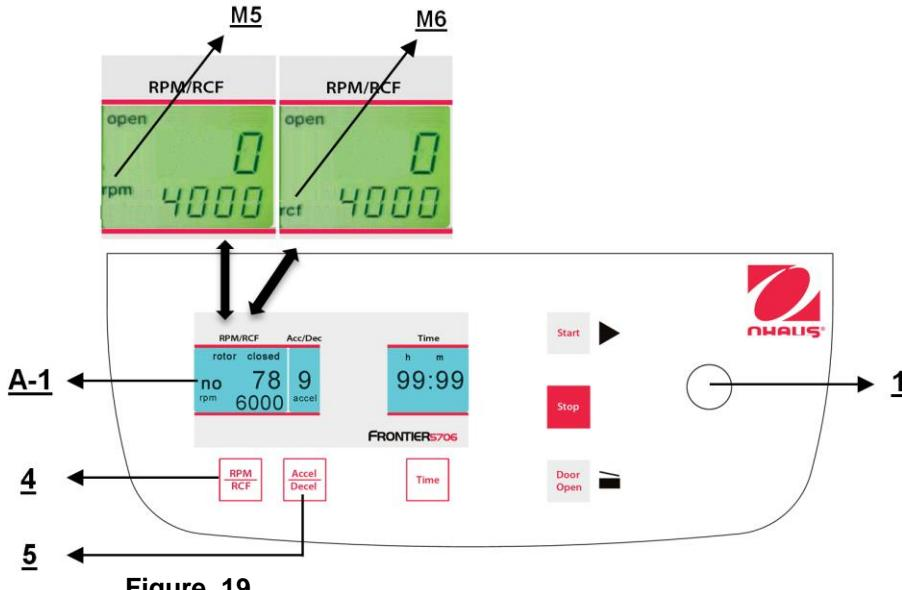

Figure. 19
Cette présélection est activée au moyen de la touche **"RPM | RCF"** (4) (voir la figure 19 ci-dessous). En appuyant sur la touche une fois, le mot **"rpm"** (M5) clignote. En appuyant sur la touche deux fois, il est possible de présélectionner les forces centrifuges. Le mot clignotant **"rcf"** (M6) apparaît alors. L'utilisateur peut définir les valeurs désirées avec le bouton de réglage (1). Sur l'affichage (A-1), la valeur régulée est présentée en permanence, avant, pendant et après la centrifugation.